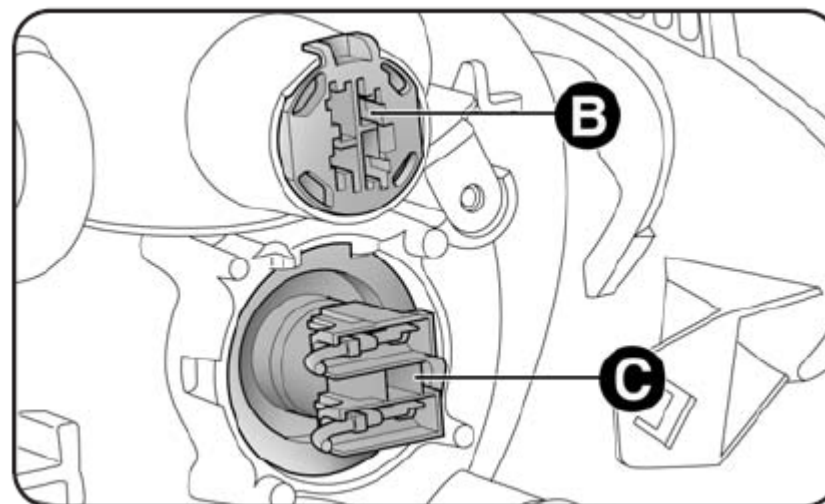

Рис. 23
- Извлеките патрон **В** – рис. 23, извлеките лампу и замените ее;
- Извлеките патрон **С** – рис. 23, извлеките лампу и замените ее;